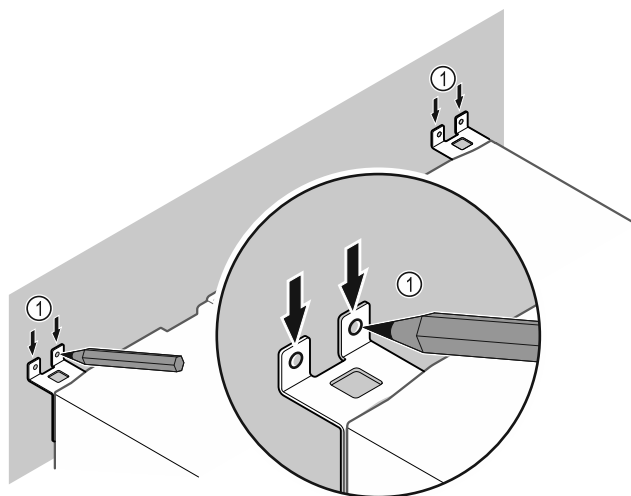

Fig. 11
- ▶ Сделайте метки на стене Fig. 11 (1).